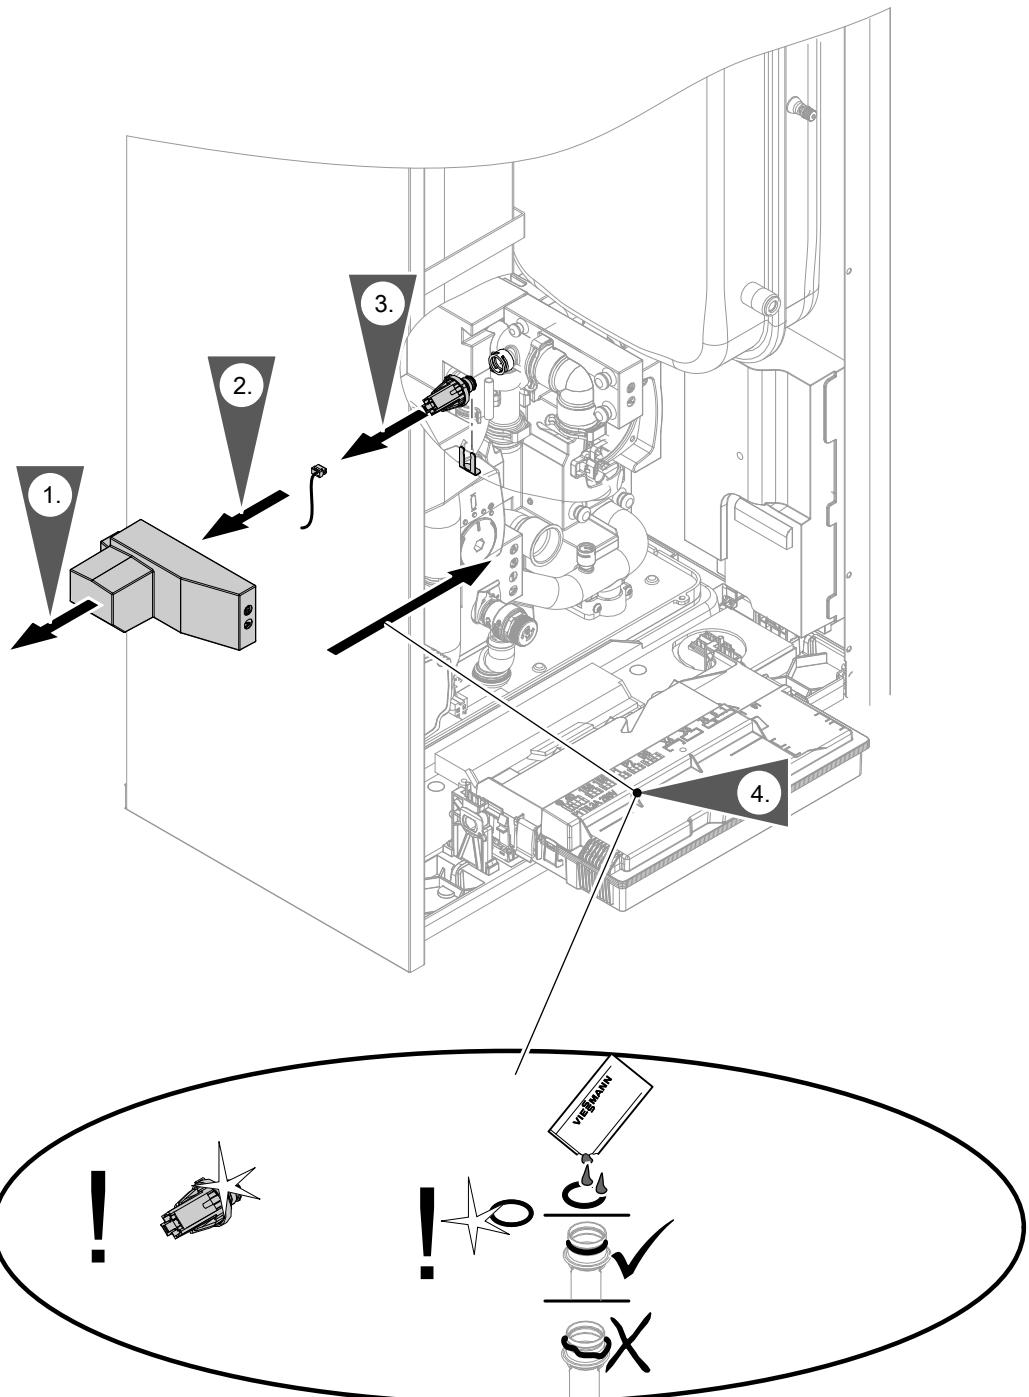

Abb. 109
- Wasserducksensor: Siehe Abb. 109.